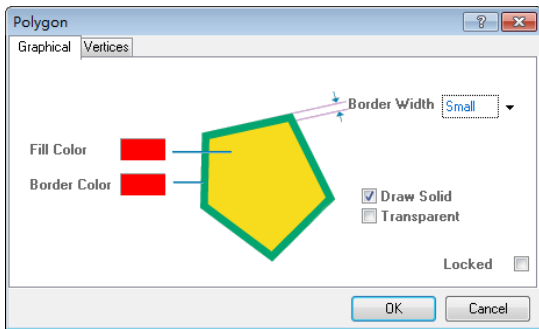
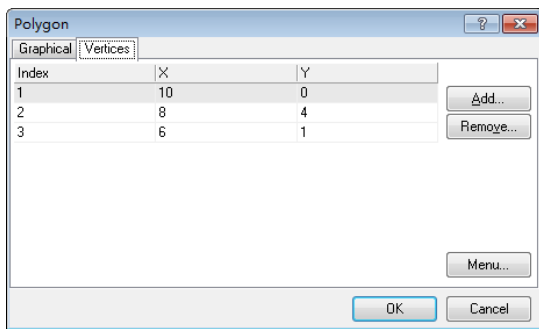

图 18-15 多边形属性对话框 Graphical 选项卡
图 18-16 多边形属性对话框 Vertices 选项卡
④ 单击 Utility Tools 子工具栏上的  按钮，进入绘制多边形状态，在库编辑窗口任意三个不同的位置分别单击鼠标左键，构成一个三角形，然后单击鼠标右键退出放置多边形状态。双击刚才放置好的三角形打开多边形属性对话框，在 Graphical 选项卡中设置 Fill Color（填充颜色）和 Border Color（边框颜色）均为红色，颜色编号为 227，线宽为 Small，如图 18-15 所示。切换到该对话框的 Vertices 选项卡，将多边形的三个顶点设置为(10, 0)、(8, 4)、(6, 1)，如图 18-16 所示。单击 OK 按钮退出属性对话框。